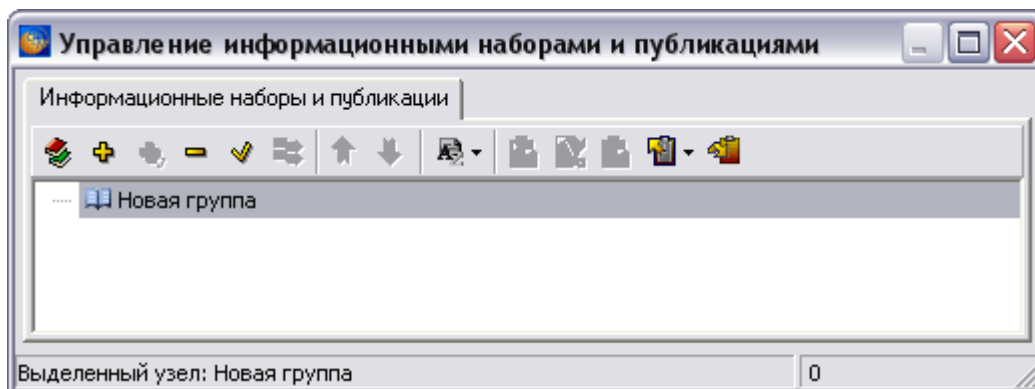

Рис. 8.25
1. В диалоговом окне **Управление информационными наборами и публикациями** выберите инструмент **Создать новую группу** . При этом формируется группа с названием «Новая группа» (Рис. 8.25).